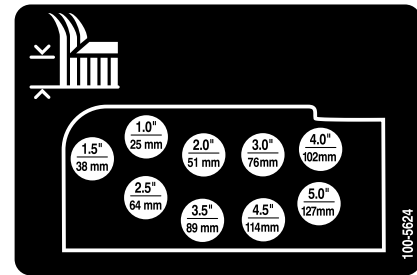

Figura 25
10. Monte las cadenas de altura de corte en el taladro de altura de corte deseado con el pasador y el pasador de horquilla (Figura 25).